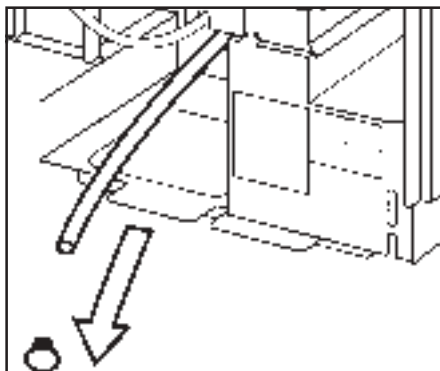

Fig. 16: Tömning av vattenkokaren
7. Dra ut tömningspluggen som sitter bakom papperskorgen (se fig. 16) försiktigt framåt.